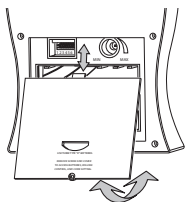

Figure 3
3. Retirez la vis du compartiment à piles du carillon. En vous servant de l'onglet intégré, faites glisser le couvercle vers le bas, puis soulevez-le pour le retirer (consultez la Figure 3).